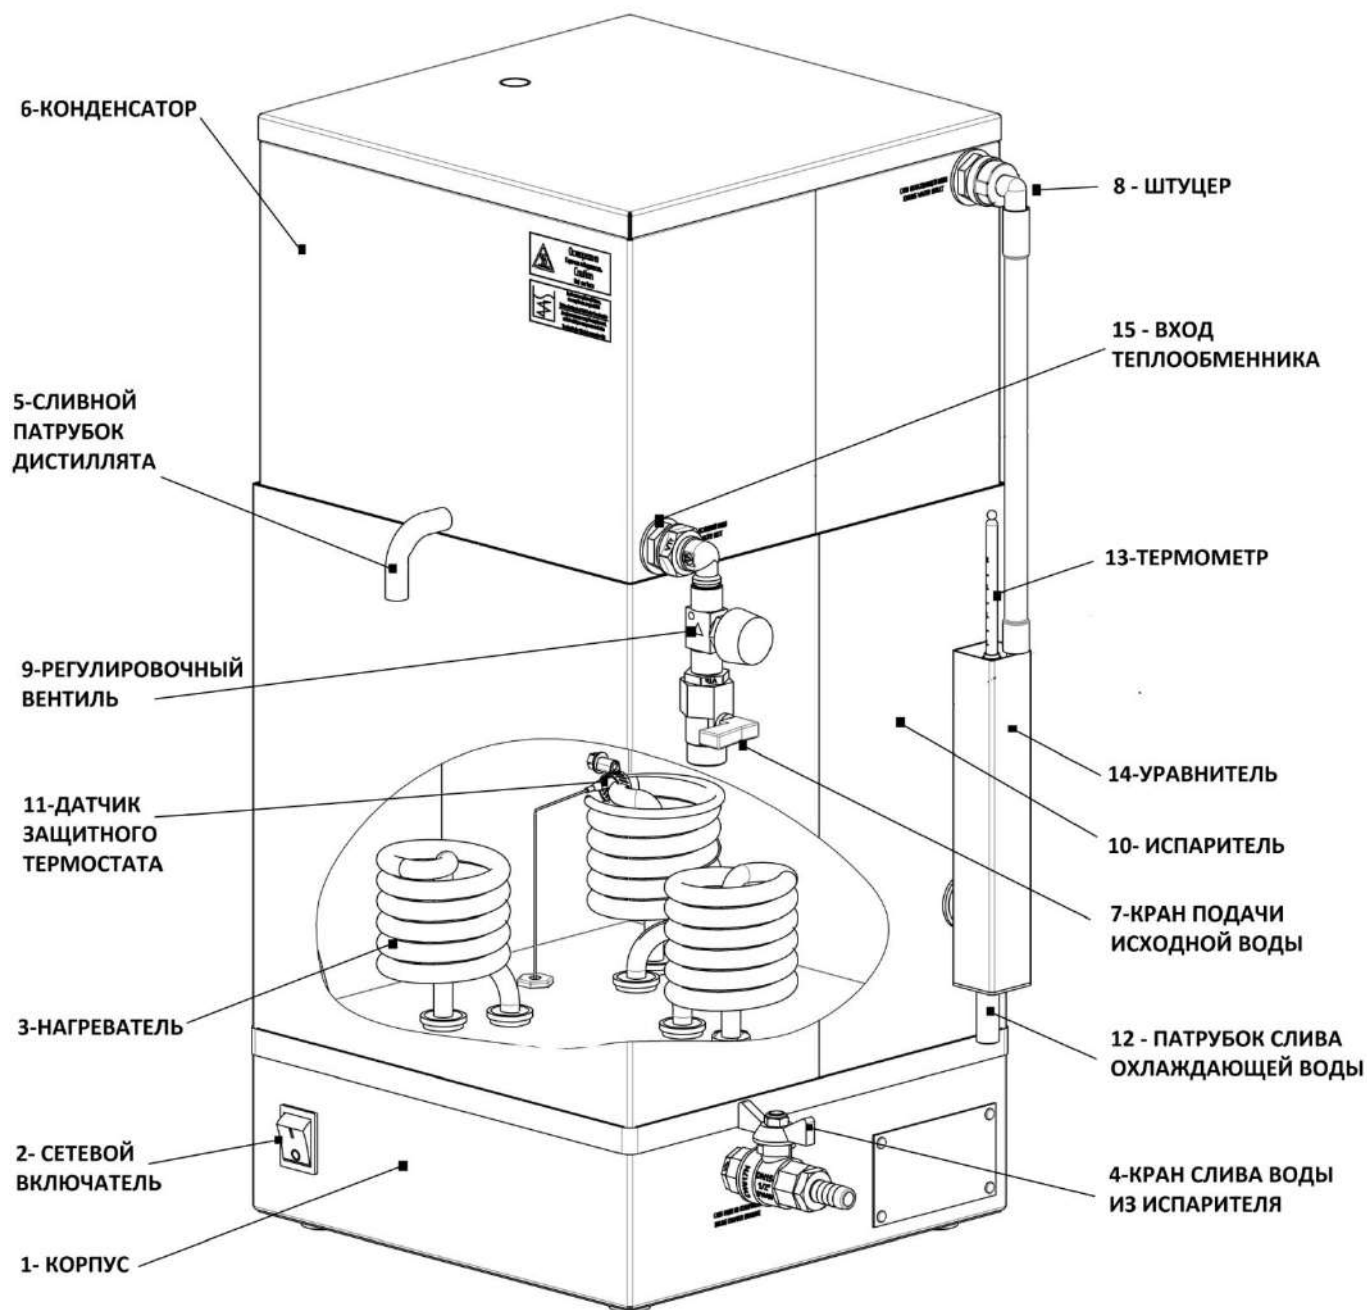
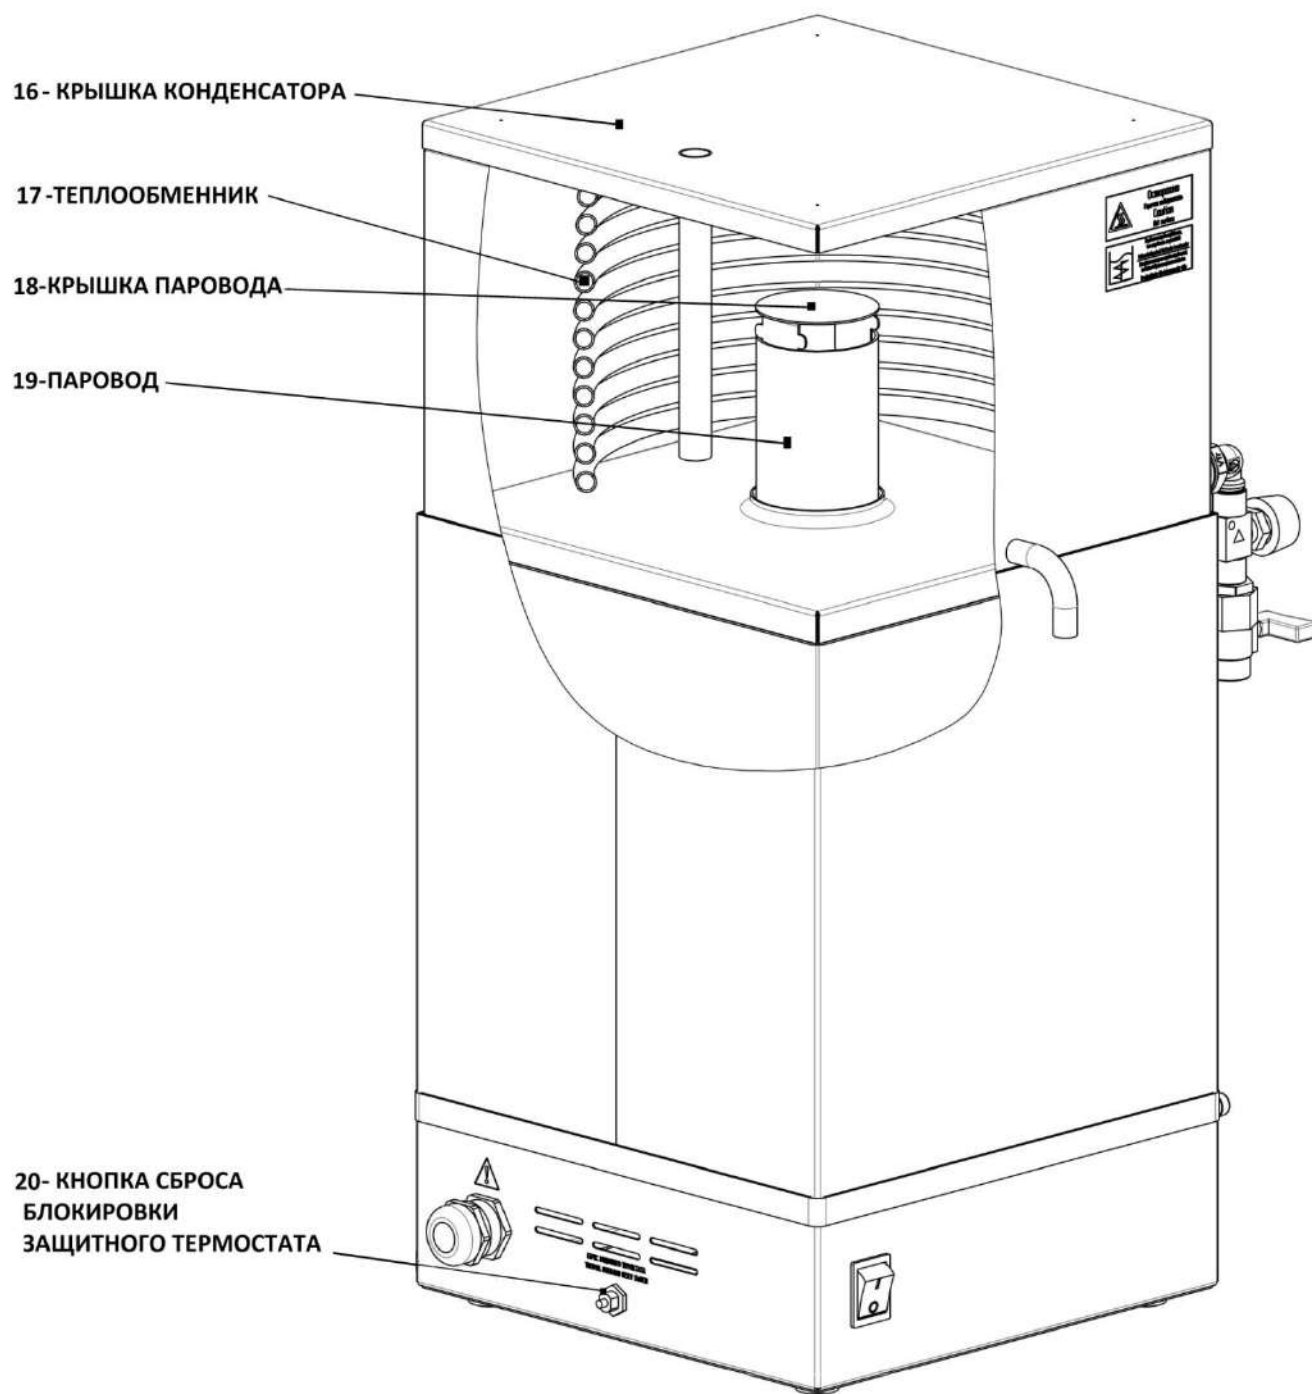

Рисунок 1. Устройство аквадистилляторов электрических Liston A 1204, Liston A 1210, Liston A 1225, где:
Рисунок 2. Устройство аквадистилляторов электрических Liston A 1204, Liston A 1210, Liston A 1225, где:
4.2.1. Исходная вода подается в испаритель через Кран подачи исходной воды поз.7 (Рисунок 1).
4.2.2. При включении Сетевого переключателя поз.2 (переключатель подсвечивается при включении) автоматика включает Нагреватель поз.3 (Рисунок 1)
4.2.3. Регулировка расхода воды, идущей на охлаждение, осуществляется с помощью Регулировочного вентиля поз.9 (Рисунок 1)
4.2.4. Исходная вода закипает в Испарителе поз.10 (Рисунок 1), образуется водяной пар, который сепарируется и через Паровод поз.19 (Рисунок 2) попадает в Конденсатор поз.6 (Рисунок 1). На внутренних стенках Конденсатора поз.6 (Рисунок 1) и Теплообменника поз.17 (Рисунок 2) пар конденсируется с образованием дистиллированной воды.
4.2.5. Уровень воды в испарителе поддерживается Уравнителем поз.14 (Рисунок.1) засчет перелива воды в сливную трубу.
4.2.6. Выход дистиллята производится через Сливной патрубкок дистиллята поз 5. (Рисунок 1). Для сбора дистиллята используется дополнительная тара.
6.8. Присоединить трубку силиконовую (L=0,5м) к Сливному патрубку дистиллята поз. 5 (Рисунок 1) и закрепить пластиковой стяжкой (входит в комплект поставки).
6.9. Подключить сливной шланг 12x20 мм для аквадистилляторов Liston A 1204 и Liston A 1210 и шланг слива 16x25 мм для аквадистиллятора Liston A 1225 к Патрубку слива охлаждающей воды поз.12 (Рисунок 1). Соединение шланга с Патрубком слива охлаждающей воды поз.12 (Рисунок 1) стянуть винтовым хомутом, входящим в комплект поставки
ВАЖНО: Слив охлаждающей воды из Патрубка поз.12 должен быть свободным - шланг должен быть под уклоном и на нем не должно быть изгибов и колен (при необходимости можно уменьшить длину шланга). Перепад высот между Патрубком поз.12 и местом подключения шланга к канализации должен быть не менее 0,2 м. В противном случае возможно появление воздушной пробки, уровень воды в испарителе повысится и начнется перелив воды из Уравнителя поз.14 (Рисунок 1).
6.10. Произвести сборку узла подачи исходной воды, используя уплотнительную ленту (ФУМ), состоящего из Переходного ниппеля ½"- ¼", Угольника ¼"-¼", Вентиля регулировочного ¼"- ¼" поз.9 (Рисунок 1), Переходного ниппеля ¼"- ½", Крана подачи исходной воды ½" поз.7 (Рисунок 1). (Либо второй вариант - Угольника ½"-½", Переходного ниппеля ½"- ¼", Вентиля регулировочного ¼"-¼" поз.9 (Рисунок 1), Переходного ниппеля ¼"- ½", Крана подачи исходной воды ½" поз.7 (Рисунок 1)), Все компоненты данного узла входят в комплект поставки.
6.11. Подключить собранный узел подачи исходной воды к Входу теплообменника поз.15 (Рисунок 1).
6.12. Подключить гибкую подводку ½" одним концом к Крану подачи исходной воды поз.7 (Рисунок 1), а другим концом через сетчатый фильтр ½" (входит в ком-
6.13. Присоединить Штуцер с наружной резьбой ½"-12 мм для аквадистиллятора Liston A 1204 и Штуцер с наружной резьбой ½"-16 мм для аквадистилляторов Liston A 1210 и Liston A 1225 через уплотнительную ленту (ФУМ) к Крану слива воды из испарителя поз.4 (Рисунок 1).
7.2. При первоначальном пуске, после длительного перерыва в работе, а также после ремонтно-профилактических работ, необходимо провести мойку и дезинфекцию наружных поверхностей аквадистиллятора, а также внутренних поверхностей Конденсатора поз.6 (Рисунок 1) и поверхности Теплообменника поз.17 (Рисунок 2) в соответствии с ОСТ 42-21-2-85 3% раствором перекиси водорода по ГОСТ 177-88 с добавлением 0,5% моющего средства типа «Астра», «Лотос» по ГОСТ 25644-96, а также 1% раствором хлорамина по ТУ 6-01-4689387-89
живания (слива воды из испарителя) необходимо заполнить Испаритель поз.10 водой до уровня, расположенного выше Нагревателей поз.3 (Рисунок 1).
7.4. Перед заполнением испарителя необходимо убедиться, что Кран слива воды из испарителя поз.4 (Рисунок 1) закрыт.
- Отсоединить силиконовую трубку, соединяющую Штуцер поз.8 и Уравнитель поз.14 в месте соединения с уравнителем (Рисунок 1).
- Открутить гайку гибкой подводки от Крана подачи исходной воды поз.7 (Рисунок 1).
- Снять Крышку конденсатора поз.16 (Рисунок 2)
- Снять Крышку паровода поз.18 (Рисунок 2).
- Снять Конденсатор поз.6 с Испарителя поз.10 (Рисунок 1).
- Снять Паровод поз.19 (Рисунок 2)
- Наполнить Испаритель поз.10 (Рисунок 1) исходной водой до уровня, расположенного выше Нагревателей поз.3 (Рисунок 1) (Совет: Для наполнения можно воспользоваться подводкой исходной воды из системы водоснабжения)
7.7. Установить Термометр поз.13 (входит в комплект поставки) в специальное отверстие в Уравнителе поз.14 (Рисунок 1)
7.8. Открыть полностью Кран подачи исходной воды поз.7 (Рисунок 1) в аквадистиллятор.
7.9. **ВНИМАНИЕ:** Перед каждым включением необходимо убедиться, что Нагреватели поз.3 (Рисунок 1) полностью покрыты водой, в противном случае произойдет аварийное отключение дистиллятора из-за перегрева нагревателей.
Для восстановления работы дистиллятора после перегрева необходимо дождаться, когда Нагреватели поз.3 (Рисунок 1) остынут, после чего нажать Кнопку сброса блокировки защитного термостата поз.20 (Рисунок 2), расположенную под черным завинчивающимся колпачком.
7.10. Для запуска аквадистиллятора нажать кнопку Сетевого включателя поз.2 (Рисунок 1) на передней панели в положение «I», при этом кнопка должна засветиться.
7.12. После выхода на рабочий режим необходимо отрегулировать расход воды, идущей на охлаждение, с помощью Регулировочного вентиля поз.9 и Термометра поз.13 (Рисунок 1). Оптимальным считается режим, когда температура воды на выходе из Штуцера поз.8 (Рисунок 1) равна 60-80 градусам Цельсия. Температура сливаемой воды, идущей на охлаждение, выше 80 градусов Цельсия означает, что расход ее недостаточный, при этом пар выходит из дистиллятора наружу, а температура получаемой дистиллированной воды повышается.
7.17. По окончании работы отключить аквадистиллятор от электрической сети, для чего нажать на кнопку Сетевого включателя поз.2 (Рисунок 1) в положение «0». При этом лампа «СЕТЬ» должна погаснуть.